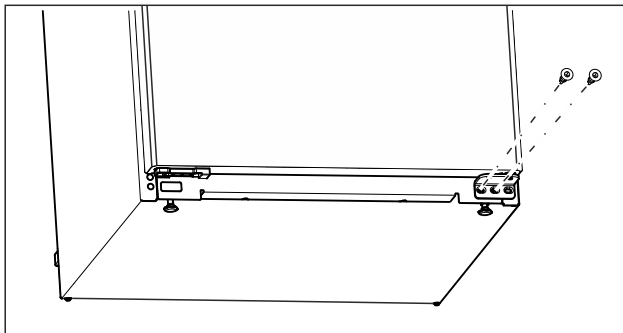

Fig. 6
- ▶ Am unteren Lagerbock die mittlere Schraube mit Schraubendreher Torx 20 herausdrehen. (siehe Fig. 6)
- ▶ Am unteren Lagerbock die innere Schraube mit Schraubendreher Torx 20 herausdrehen. (siehe Fig. 6)